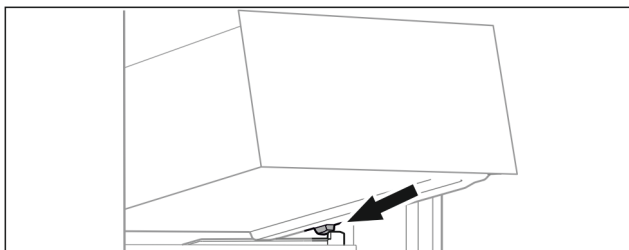

Fig. 71
- ▶ Schubfach schräg hinter den Stopfern auf Behälterrippe aufsetzen. (siehe Fig. 71)